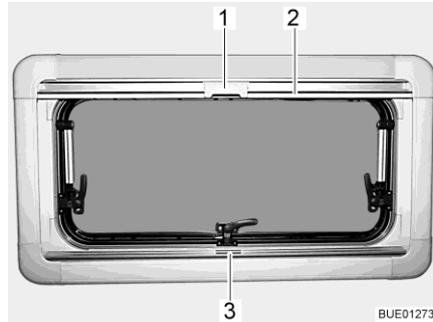
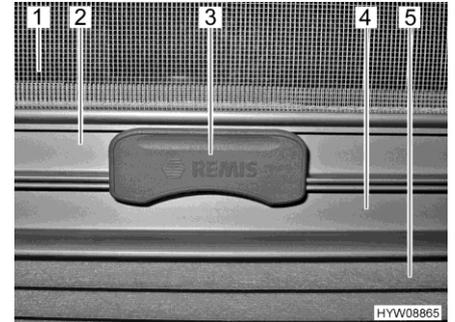

Bild 22 Ausstellfenster
Bild 23 Raste
Faltverdunklung Die Faltverdunklung (Bild 23,5) befindet sich im unteren Rollokasten.
- Faltverdunklung in der Mitte der Griffleiste (Bild 22,3 und Bild 23,4) fassen, von unten nach oben ziehen und auf der gewünschten Höhe loslassen. Die Faltverdunklung bleibt in dieser Höhe stehen.
Insektenschutzrollo Das Insektenschutzrollo (Bild 23,1) befindet sich im oberen Rollokasten.
- Insektenschutzrollo an der Griffleiste (Bild 22,2 und Bild 23,2) nach unten ziehen, bis es an der Griffleiste der Faltverdunklung (Bild 23,4) anstößt.
- Raste (Bild 22,1 und Bild 23,3) am Insektenschutzrollo mit der Griffleiste der Faltverdunklung verriegeln. Wenn die Raste verriegelt ist, können Faltverdunklung und Insektenschutzrollo gemeinsam verstellt werden.
- Raste (Bild 23,3) am Insektenschutzrollo oben drücken.
- Insektenschutzrollo an der Griffleiste (Bild 22,2) langsam zurückführen.